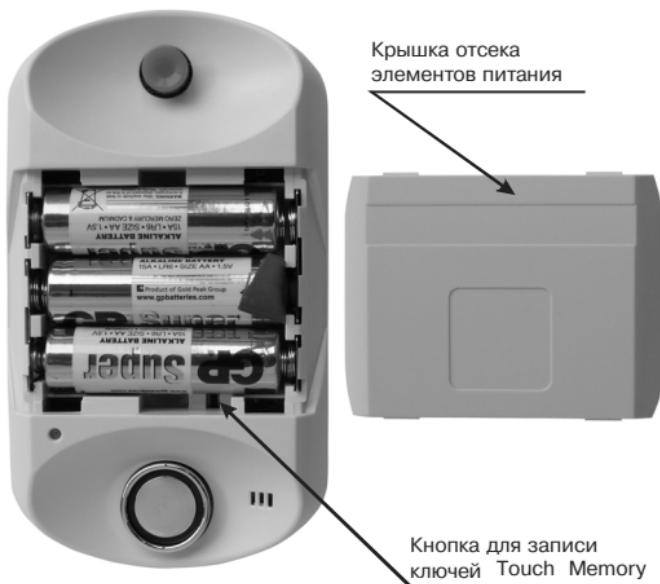

Рисунок 3
- 1 Откройте крышку отсека элементов питания (рисунок 3). Для этого нажмите на боковые поверхности крышки с двух сторон и потяните ее на себя.
- 3 Снимите крышку отсека элементов питания прибора (рисунок 3).
**3** Снимите крышку отсека элементов питания прибора (рисунок 3).
- 3** Снимите крышку отсека элементов питания прибора (рисунок 3).
Если элементы питания прибора разрядились до определенного порогового уровня, то при попытке включения охраны с помощью ключа Touch Memory раздаются три коротких и один длинный звуковой сигнал, охрана не включается. В этом случае необходимо заменить элементы питания. Если произойдет дальнейшее падение напряжения питания, прибор начнет посыпать ложные тревоги, а затем и во-все перестанет работать до замены элементов питания. Для замены элементов питания откройте крышку отсека элементов питания (рисунок 3) и, соблюдая полярность, замените их.